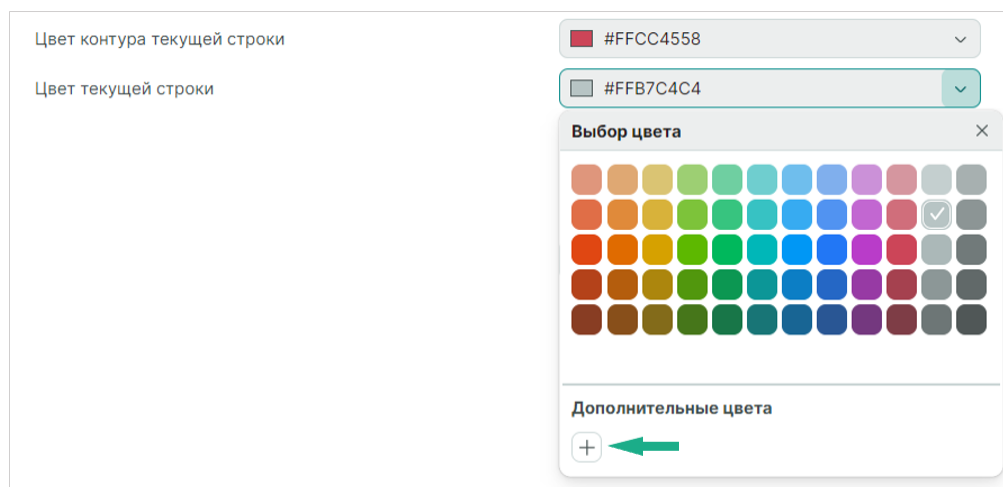

Рис. 126 Выбор цвета текущей строки и ее контура
- «Цвет контура текущей строки» – выбор цвета контура строки, на которой расположен курсор. Выбор осуществляется из выпадающего меню, см. Рис. 126.
- «Цвет текущей строки» – выбор цвета строки, на которой расположен курсор. Выбор осуществляется из выпадающего меню, см. Рис. 126.